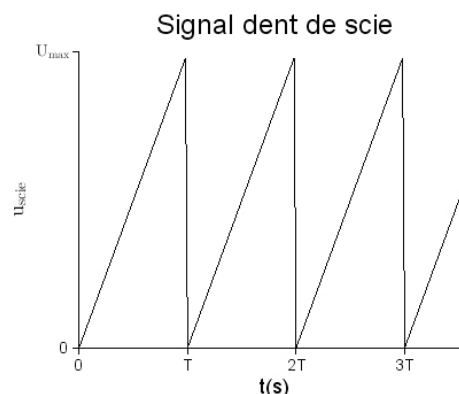

Figure A.3
- une tension « dent de scie »  $u_{scie}(t)$  de période  $T$  dont l'allure temporelle est représentée Figure A.3.
La tension  $u_{scie}(t)$  est une tension dite « dent de scie » (cf. Figure A.3). On note  $T$  la période de cette tension et  $U_{max}$  la tension maximale atteinte par  $u_{scie}(t)$ .